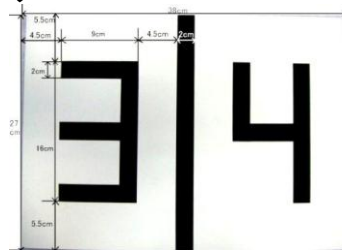

図1. DBの例
- ① 競技場の大きさは5.0m × 5.0mとする。
- ② 壁は高さが33cmで上部2cmに黒色のテープを貼る。
- ③ 壁の色は透明である。
- ④ 競技場の安定性を高める為、通路の一部を補強する。そのため、競技場の33cm～35cmの高さには、梁(ハリ)が設置されている場所がある。また、壁に補強用の板が設置されている場所がある。
- ⑤ 競技場の床には50cm × 50cmの黒いタイルカーペットを敷き、その上に迷路を構築する。
- ① Direction Board(DB: 数字盤)
- D) 図1にDBの例を示す。